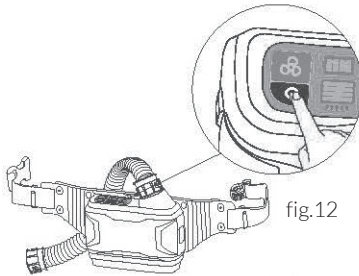

fig.12
- Tenere premuto il pulsante on/off per 2 secondi per spegnere l'unità ventilatore (vedere fig. 12).